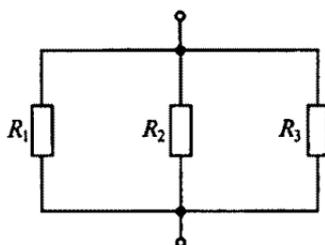

Рис. 25
1.39. Каково эквивалентное сопротивление цепи, схема которой показана на рис. 25, если $R_1 = 4$ Ом; $R_2 = 2$ Ом; $R_3 = 3$ Ом?